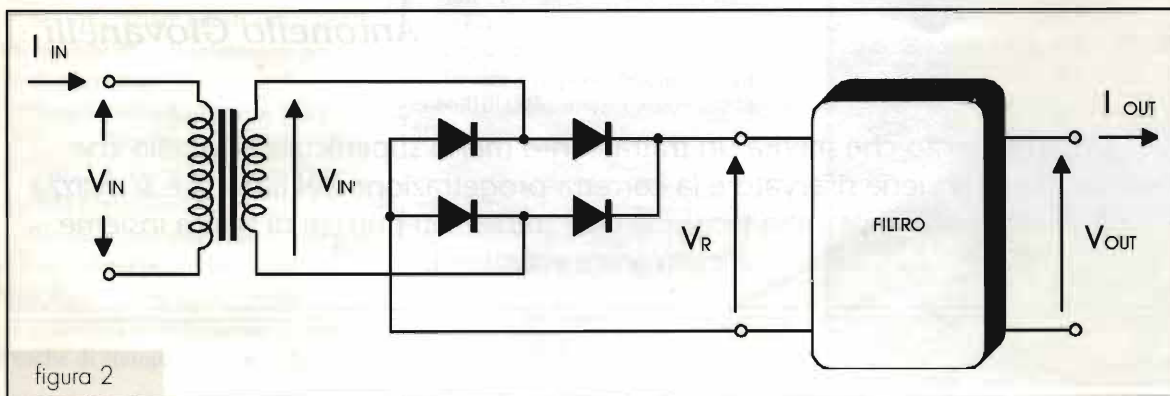

figura 2
- 2) trasformatore senza presa centrale e quattro diodi collegati a ponte (figura 2).